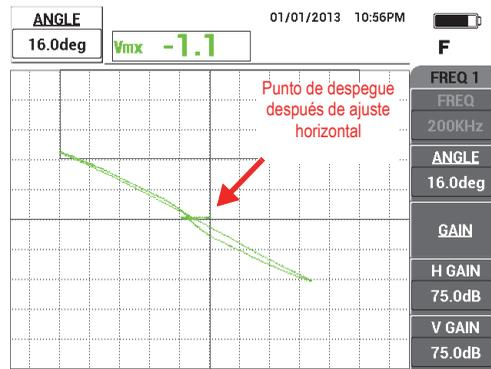

Figura 5-57 Ajuste la señal para que se encuentre lo más cerca de la ganancia horizontal
6. Pulse la tecla ANGLE () y, después, ajuste el ángulo de la señal con la rueda de ajuste para que la señal de despegue (desplazamiento de sonda) sea lo más horizontal posible. Vea la Figura 5-57 en la página 186.